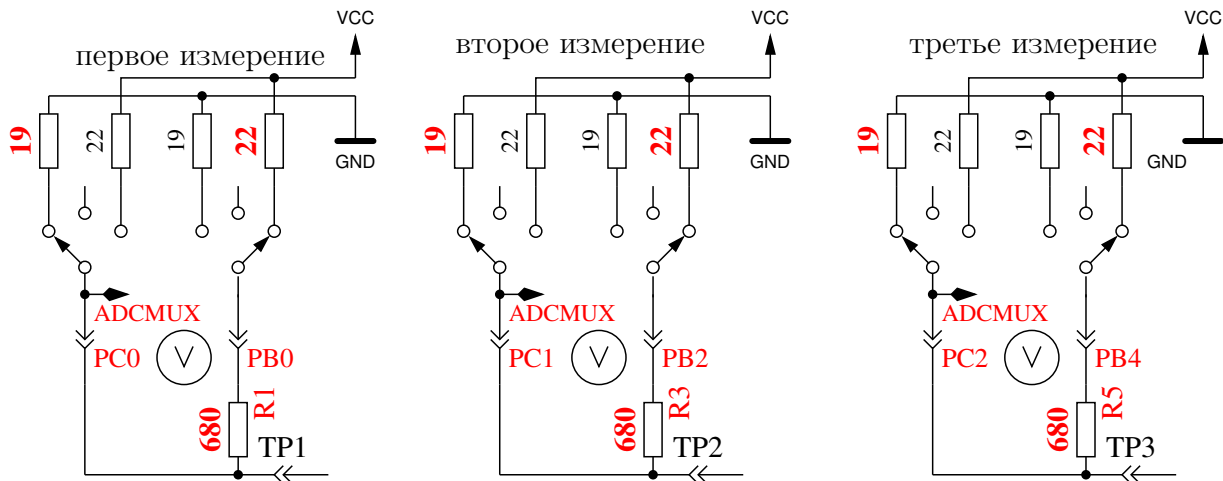

Рис. 5.66. Измерение внутреннего сопротивления порта С подключением выходных контактов к GND
8. **Измерение внутреннего сопротивления порта подключением выходных контактов к GND.** Этот и следующие тесты будут проведены, если выбрана опция AUTO_CAL. Внутреннее сопротивление порта С с выходами, подключенными к GND, измеряется по току через подключенные к VCC (+5 V) резисторы $680\ \Omega$, смотри рисунок 5.66. Могут быть измерены только три вывода порта АЦП. Внутреннее сопротивление портов В (PB0, PB2 и PB4) не может быть измерено без изменения аппаратных средств. Будем считать, что внутреннее сопротивление порта для различных портов практически одинаково. Величина сопротивления будет определена в следующем тесте.